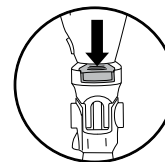

図21
- 専用ヘッドがモップ本体に装着されていないときでも専用パッドの取り外しは可能です。専用ヘッドの差し込み口の両側にある第2リリースボタンを押すと専用パッドが外れます(図21)。